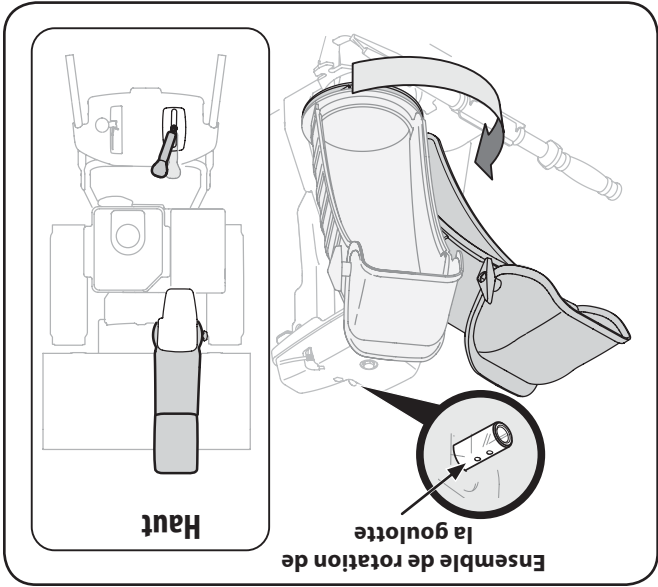

Fig. 3-6
Serrez le déclencheur sur le levier de commande et pivotez la goulotte par la main pour faire face à l'avant de la soufflante. Les trous sur l'ensemble de rotation de la goulotte devraient être placés vers le haut. Voir la Fig. 3-6.
**REMARQUE :** Le levier de commande sera légèrement incliné vers la droite à la position de 1 heure. Voir le vue de dessus à la Fig. 3-6.